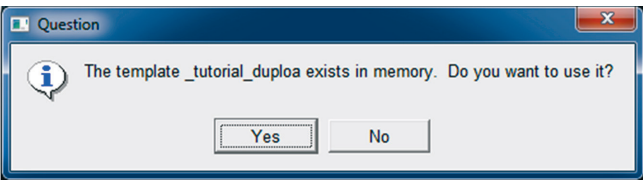

Figura 5.163 – Confirmação de utilização do *Template* em execução.
- Caso o *Template* esteja aberto, a janela ilustrada na Figura 5.163 será aberta. Para confirmar, clique em *Yes*.